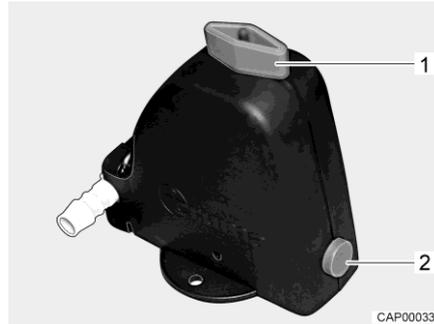

Bild 173 Sicherheits-/Ablassventil
- Sicherheits-/Ablassventil (Truma) schließen. Dazu den Drehknopf (Bild 173,1) quer zum Sicherheits-/Ablassventil drehen und den Druckknopf (Bild 173,2) eindrücken.